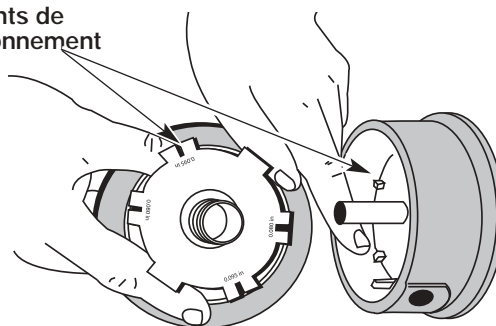

Fig. 34
5. Vérifiez l'état d'usure des dents de positionnement sur le moulinet intérieur et la bobine extérieure (Fig. 34). Enlevez les ébarbures ou remplacez le moulinet et la bobine au besoin.